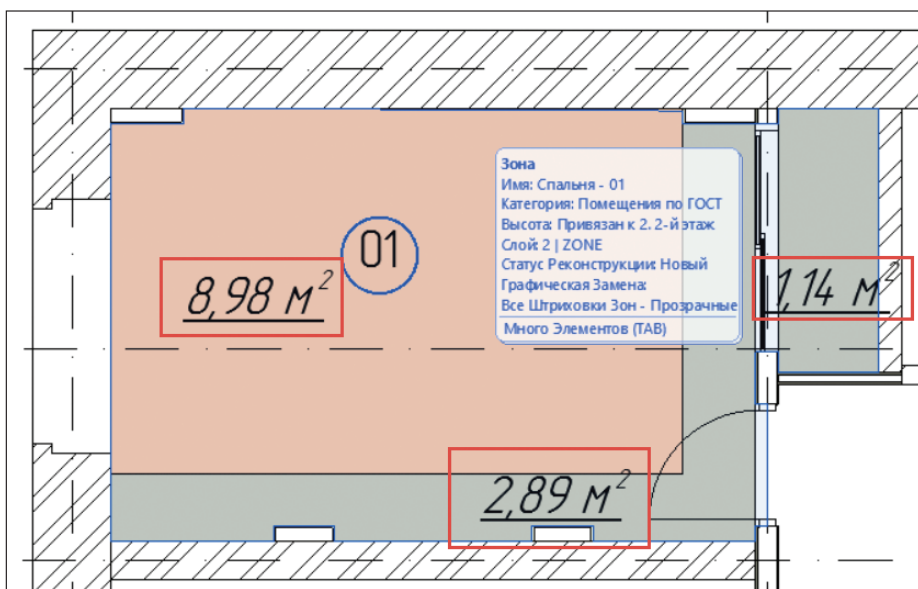

Рис. 16. Отображение значения площади на плане для нескольких элементов в одной зоне
Теперь можно указать площадь для различных перекрытий в одной зоне. Например, на плане потолка показать площадь натяжного потолка и различных перекрытий из гипсокартона (рис. 16).
- можно разместить несколько выносок для разных элементов в одной зоне — пример с потолками показан на рис. 16;